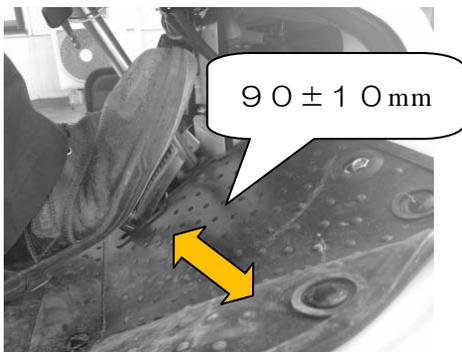

図1
- ① 刈高調整レバーを **30mm** 程度の位置にして下さい。
- ② ナイフクラッチレバーを「入」位置にして下さい。
- ③ 各ベルト押えとの隙間を、下記を参考に調整して下さい。
- ① 図1を参考に、クラッチブレーキペダルをブレーキストップで固定した状態から、ブレーキストップを解除し、ゆっくりとクラッチをつないでいきます。
- ② 本機が動き始めたときのペダル位置が、固定した状態から $90 \pm 10\text{mm}$ 位置でつながるのが標準です。